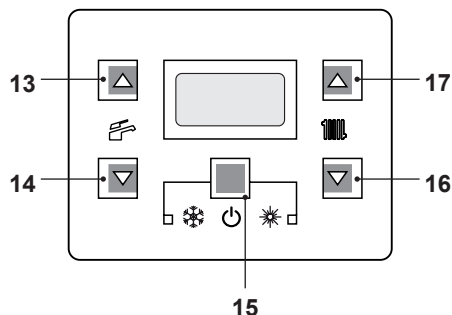
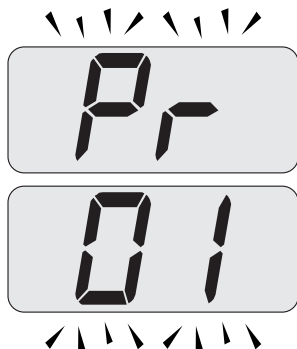
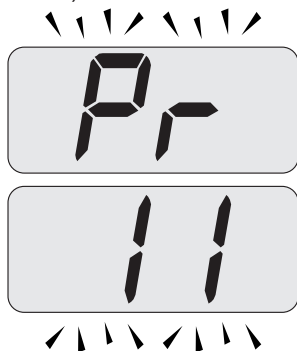

Figura 5.51
Figura 5.52
Figura 5.53
- Entrare in "modalità programmazione" premendo contemporaneamente per 10 secondi i tasti 15 - 16 - 17 (Figura 5.51) fino a far apparire sul display LCD le lettere **Pr** che si alternano con il codice **01**, indicanti l'entrata nel "parametro 01" (Figura 5.52).
- Scorrere i vari parametri utilizzando i tasti 16 o 17 fino a far apparire sul display LCD le lettere **Pr** che si alternano con il codice **11**, indicanti l'entrata nel "parametro 13" (Figura 5.53).
- Premere contemporaneamente i tasti 15 e 17 (Figura 5.51) fino a far apparire sul display LCD il valore del parametro 11 (10=60 secondi) (Figura 5.54).
- Premendo il tasto 15 (Figura 5.51) si ottiene la conferma del valore inserito.
- Premendo contemporaneamente i tasti 15 e 16 (Figura 5.51) si esce senza modificare il valore (ritorno alla lista parametri Figura 5.53)
- Premendo contemporaneamente per 10 secondi i tasti 15 - 16 - 17 (Figura 5.51) si esce dalla "modalità programmazione".